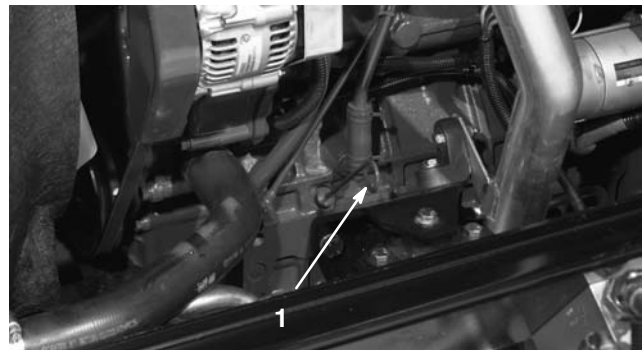

Bild 1
3. Entfernen Sie den Peilstab, wischen ihn ab und führen ihn wieder in das Rohr ein; ziehen Sie ihn dann wieder heraus. Der Ölstand sollte bei der VOLL-Marke liegen (Bild 1).